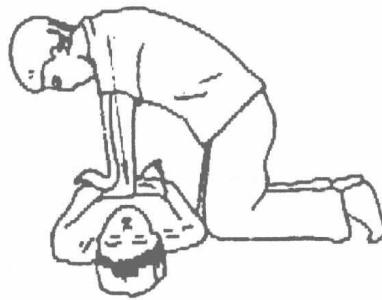

图 1-6 心脏按压法
(2) 心脏按压法：有呼吸，无心跳时采用下面方法，如图 1-6 所示。